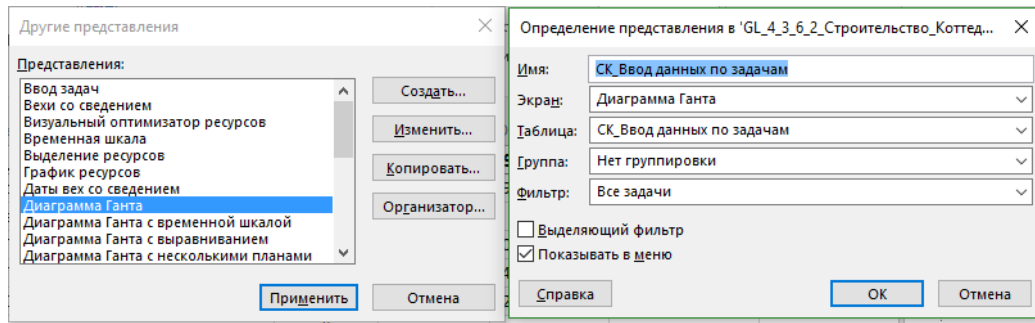

Рисунок 4.53 – Задание свойств нового представления
5. В окне «Определение представления в ...» (см. ниже рисунок 4.53):